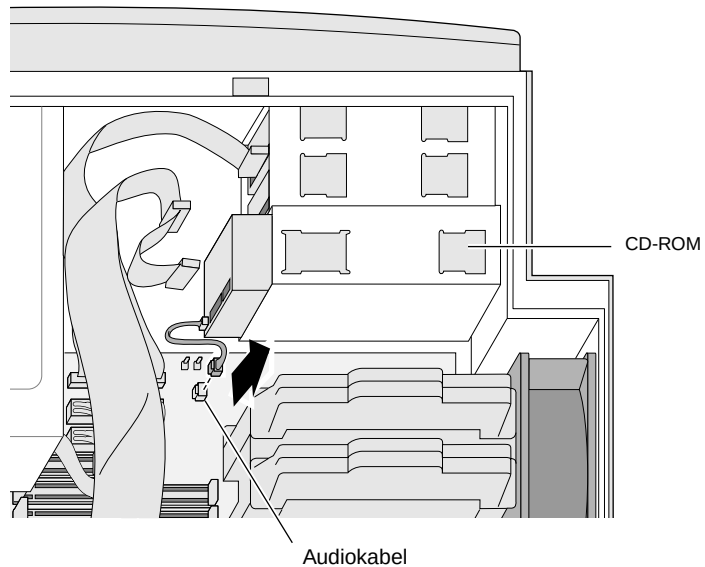

Abbildung 4-10 Herausziehen des Audiokabels
- Wenn Sie ein CD-ROM- oder DVD-ROM-Laufwerk deinstallieren, müssen Sie außerdem das Audiokabel aus der Systemplatine herausziehen. Drücken Sie die Zunge herunter, um das Kabel zu lösen. Siehe Abbildung 4-10.